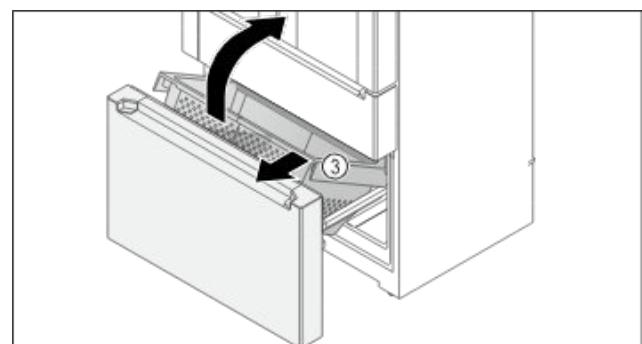

Fig. 153
- Behälter Fig. 153 (3) vorne hochheben.
- Behälter Fig. 153 (3) schräg nach vorne entnehmen.